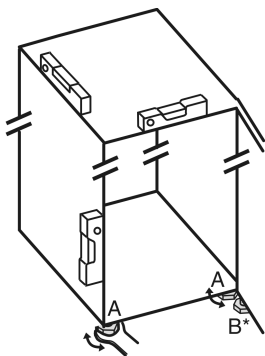

Fig. 24
- ▶ Svitare i piedini regolabili Fig. 24 (A) con la chiave a forchetta contenuta nella fornitura e con l'aiuto di una bilancia idrostatica, finché l'apparecchio non si trova in posizione stabile e piana.
- ▶ Con la chiave a forchetta in dotazione, svitare il piedino regolabile Fig. 24 (B) sul cuscinetto di supporto inferiore, fino a farlo appoggiare sul pavimento.
- ▶ Ruotare ulteriormente il piedino regolabile Fig. 24 (B) di 90°.